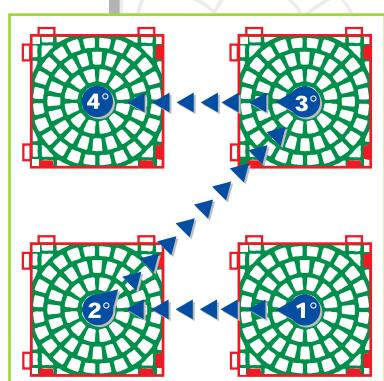

Fig. 34
3. Si procede al montaggio dei vari grigliati secondo il verso opposto a quello che normalmente usiamo per scrivere: da destra verso sinistra e dal basso verso l'alto (Fig. 34).